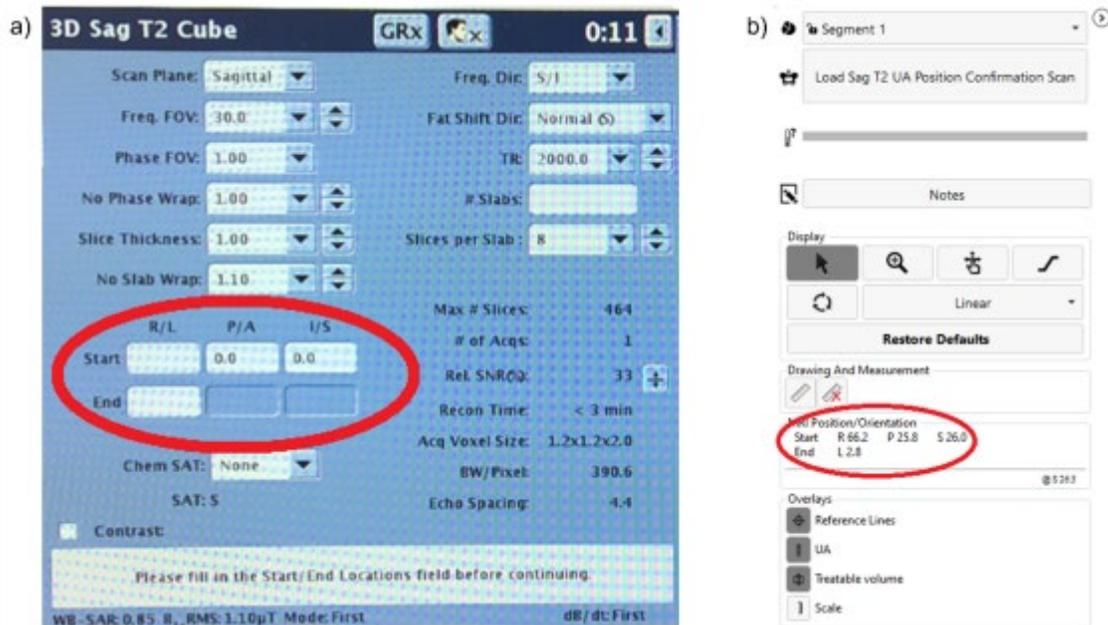

Figura 36: Prescripción manual de las coordenadas de inicio/fin de localización para la exploración SAG T2 confirmatoria
- b. **Tecnólogo en IRM:** Para la nueva gammagrafía SAG T2, introduzca manualmente las coordenadas de **localización de inicio/fin** que aparecen en la planificación gruesa en el TDC (figura 36). Adquiera la exploración y envíela al TDC.